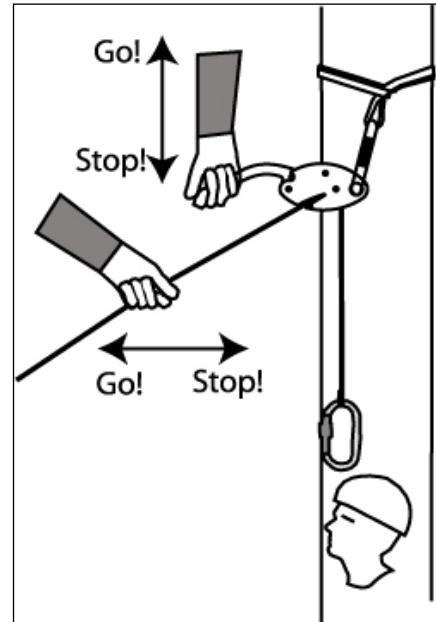

Bild 6 Användning av Smartline-bromsen ovanifrån vid evakuering av en annan person.
- 8) Du reglerar nedfirningens hastighet genom att hålla ena handen på handtaget och andra handen på linan under bromsen. Börja med linan i vinkel ut från spåret. Se till att nedfirningsbromsen är uppochnedvänd. Starta nedfirningen genom att dra handtaget uppåt (bild 6). Tryck ned eller släpp handtaget om du vill avbryta nedfirningen. Extra friktion skapas genom att linan löper i spåret. Håll alltid i linan under bromsen med ena handen så att du kan kontrollera nedfirningen.